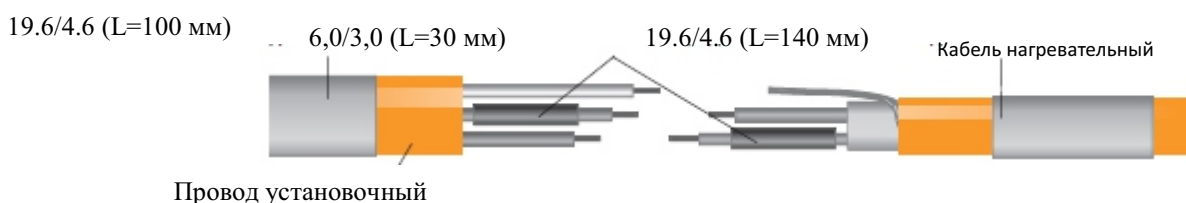

Рисунок 5
3.6. Установочный провод подготовить к монтажу согласно Рисунку 4. На токопроводящую жилу длиной 45 мм надеть термоусадочную трубку 6,0/3,0 длиной 30 мм, а на сам установочный провод надеть термоусадочную трубку 19.6/4.6 длиной 100 мм (Рисунок 5).
3.7. На токопроводящую жилу кабеля длиной 45 мм надеть термоусадочную трубку 6,0/3,0 длиной 30 мм, а на сам кабель надеть термоусадочную трубку 19.6/4.6 длиной 140 мм (Рисунок 5).